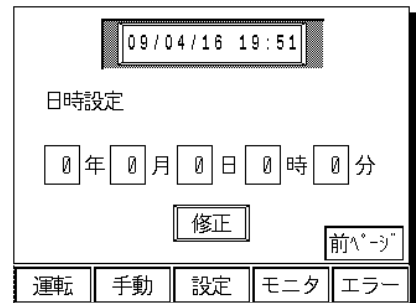

図7-28
- ・ 各数字部 **0** を押すと表示されるキーボード(図7-28)で数字を入力します。